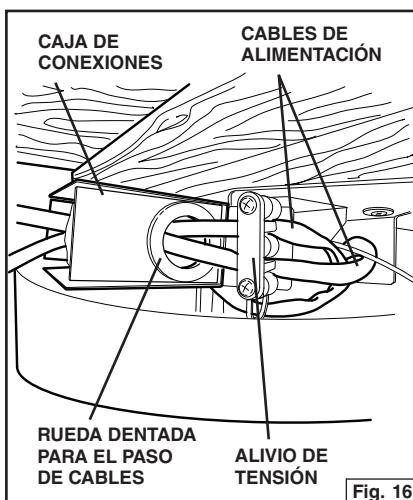

Fig. 16
1. Suelte la cubierta para cielo raso. Pase los cables por el centro de la cubierta para cielo raso. Sujete con amarres los dos cables de alimentación a los brazos de apoyo. Inserte los cables en el alivio de tensión y en la caja de conexiones. Asegure los cables apretando el alivio de tensión. Haga las conexiones eléctricas. Fig. 16.